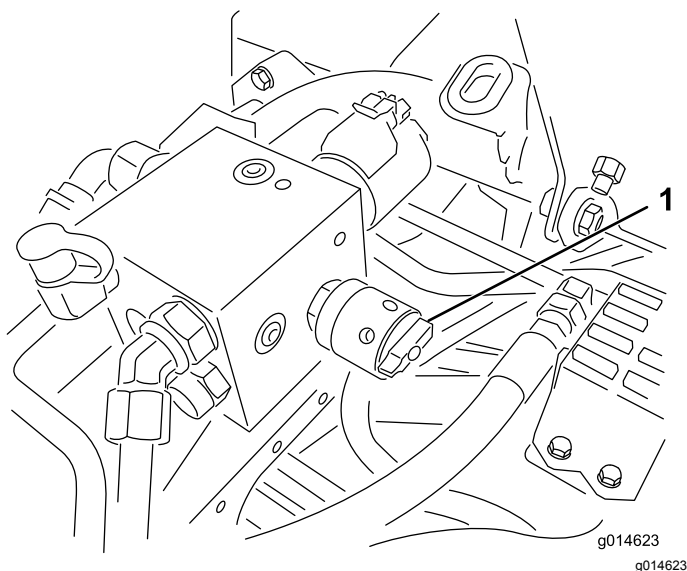

Bild 35
4. Drehen Sie zum Einstellen der Spindeldrehzahl das Handrad (Bild 35), bis die Zeiger auf die Nummer zeigen, die der gewünschten Einstellung entspricht.